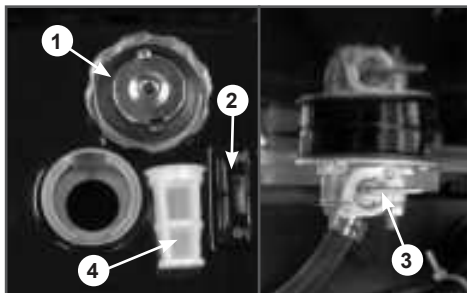

Рис. 8 Основные элементы топливного бака
После заправки топливного бака убедитесь в том, что крышка заливной горловины закрыта должным образом. Основные элементы топливного бака показаны на Рис. 8.
1. Откройте топливный кран (Рис. 8 п. 3).
- Переведите рычаг топливного крана (Рис.8 п.3) в вертикальное положение (открыто).
2. Переведите рычаг топливного крана (Рис.8 п.3) в вертикальное положение (открыто).